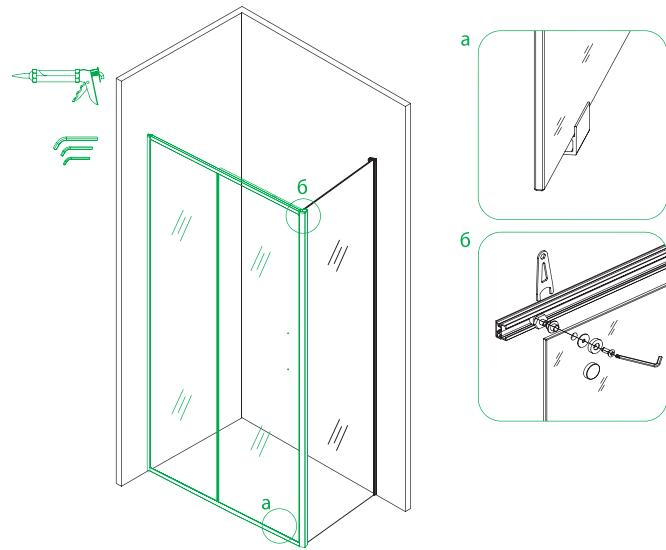

Рис. 13/13-сур.
9. Установите на профили для установки закаленное стекло 1938x610 мм (рис. 13а) и зафиксируйте его на роликах, как показано на рисунке 13б.